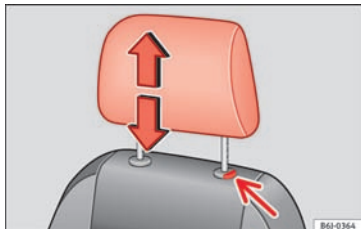

Fig. 141 Indstilling eller afmontering af hovedstøtte
- Tryk på knappen »» Fig. 141 (pil).